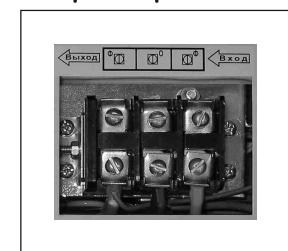

Рис. 6. Клеммник
**Клеммник для стационарного подключения нагрузки (рис.6).** Подсоединение к клеммнику необходимо производить только при отключенном сети и в строгом соответствии с надписями на нем «Вход», «Выход», «Ф», «0».